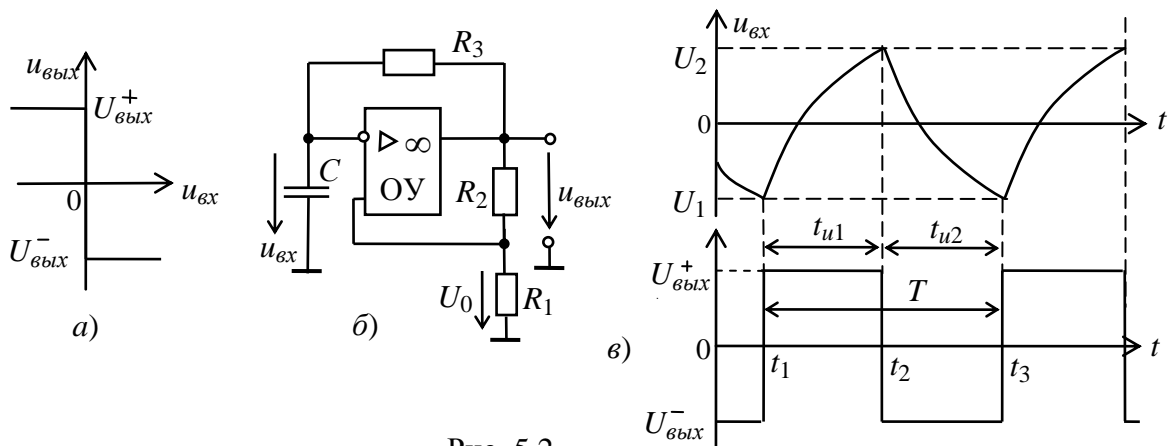

Рис. 5.2
5. Укажите **период** колебаний выходного напряжения мультивибратора (см. рис. 5.2, б), если $R_1 = 64 \text{ кОм}$, $R_2 = R_3 = 10 \text{ кОм}$, $C = 1 \text{ нФ}$.